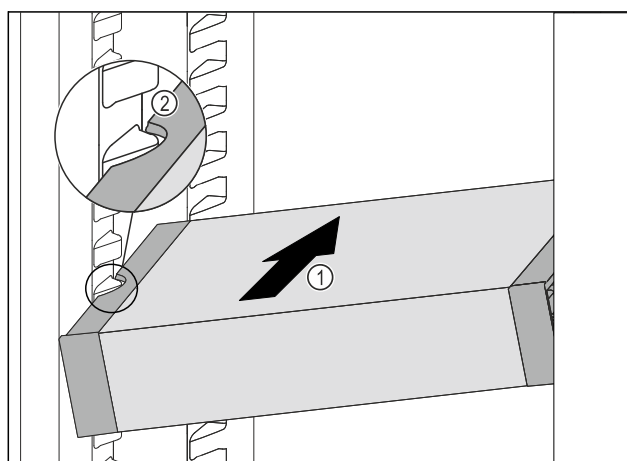

Fig. 96
- ▶ VarioSafe zasúvajte šikmo do chladničky Fig. 96 (1), kým sa bočné vybrania Fig. 96 (2) VarioSafe nebudú nachádzať vo výške rebra nádoby v chladničke.